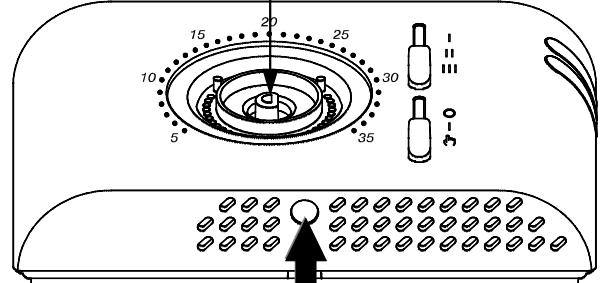

Fig. 4 - Abb. 4
- ❸ À l'aide d'un tournevis, pousser la languette plastique située dans la fente en bas jusqu'à soulever légèrement la calotte (Fig. 4).
- ❸ Spingere, con l'aiuto di un cacciavite, la linguetta plastica situata nella feritoia in basso fino a sollevare leggermente la calotta (Fig. 4).